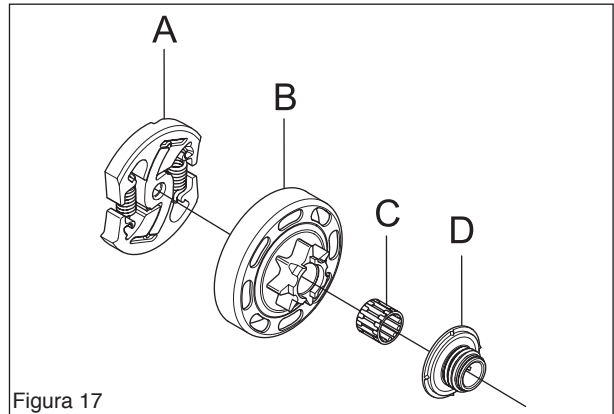

Figura 17
Desmontar el embrague centrífugo (A). Desmontar el tambor de embrague (B), el cojinete de agujas (C) y el piñón motriz de la bomba (D). (Ver la figura 17.)